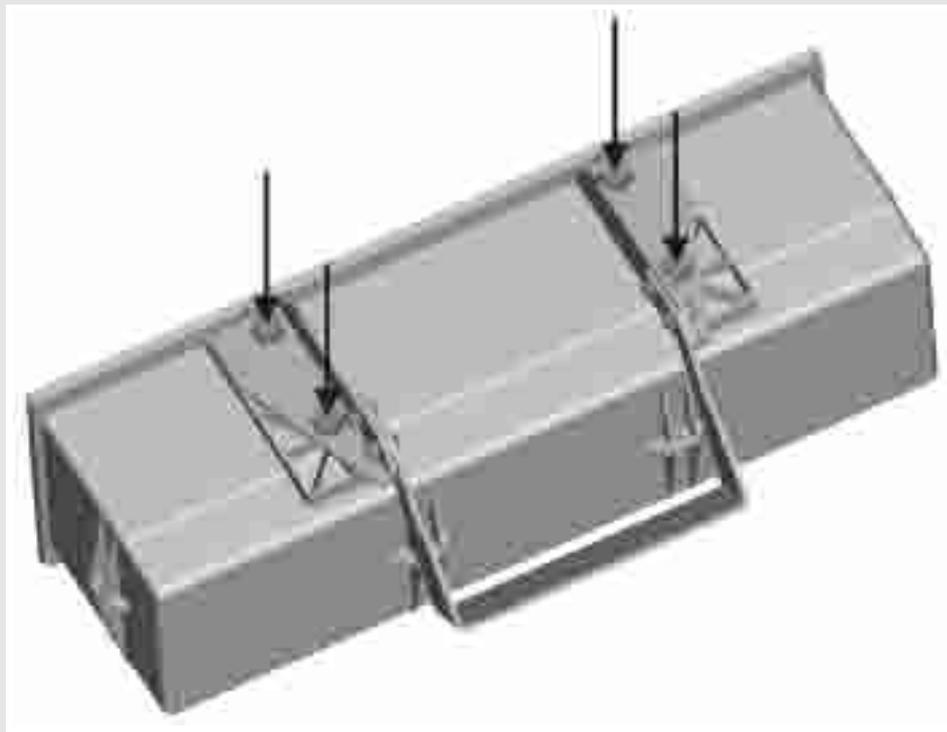
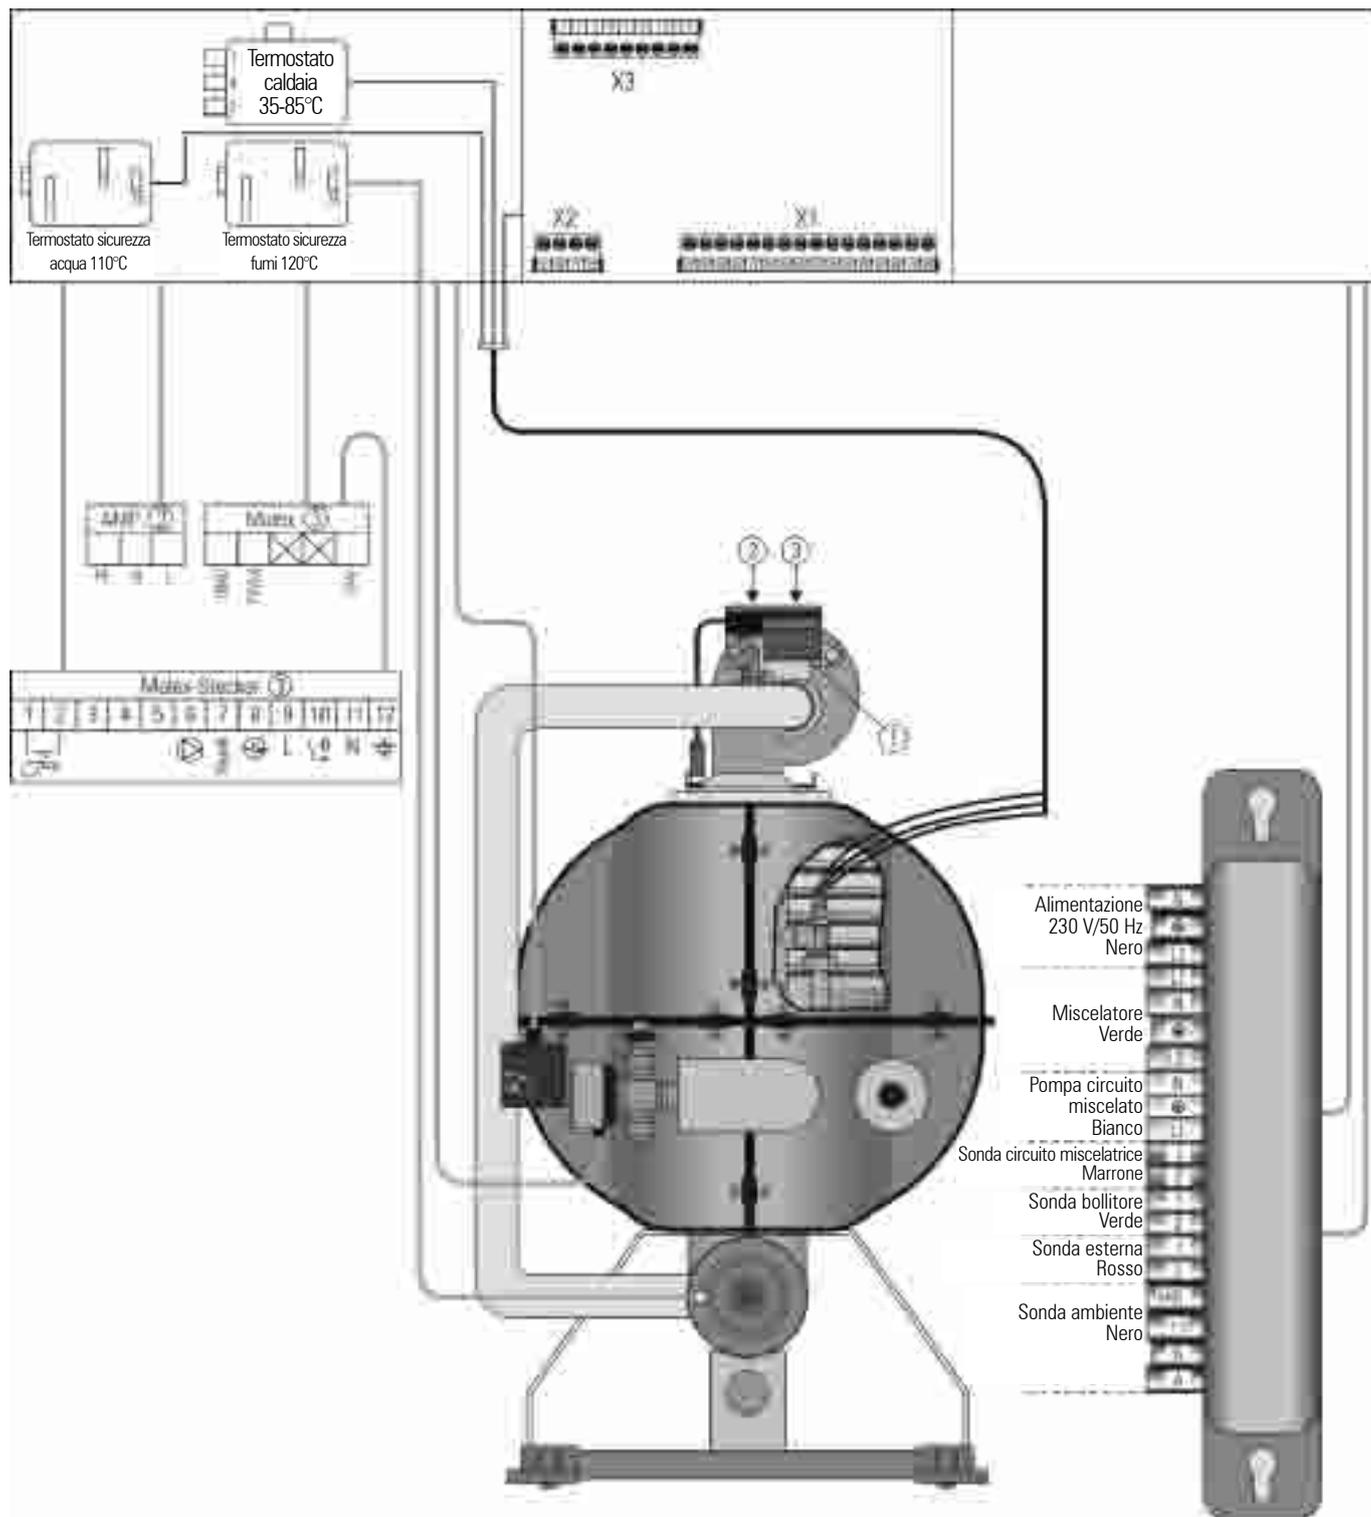

Fig. 2.7: sostituzione quadro di comando
Fig. 2.9: schema di cablaggio
**Sostituzione del quadro di comando (fig. 2.7)
Prima di procedere alla sostituzione del quadro di comando devono essere staccati la spina del bruciatore, la spina della ventilazione e le sonde. La morsettiera che si trova sulla parete laterale della caldaia può essere rimossa dopo che tutti i contatti elettrici sono stati interrotti (l'ordine di successione dei singoli componenti è rappresentato graficamente nell'ultima pagina di questo capitolo **fig. 2.9**). L'involucro del quadro di comando può essere rimosso togliendo le 4 viti di fissaggio (**Fig. 2.7**).